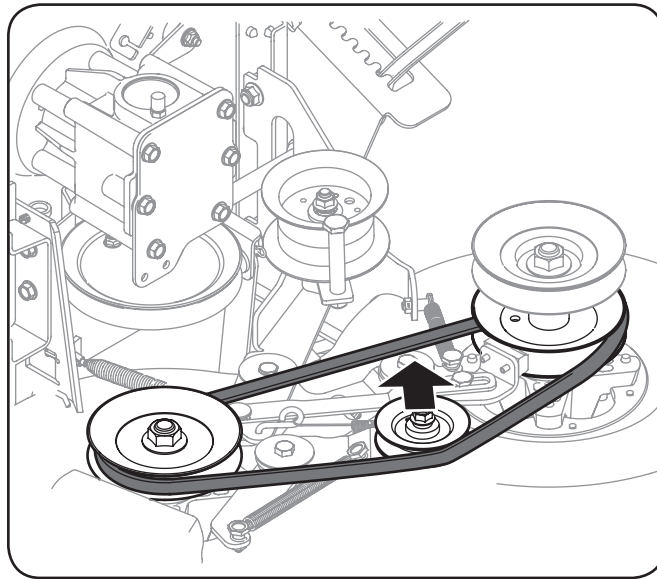

Figura 6-12
9. Afloje la tensión de la correa inferior para lo que debe mover el brazo de polea loca y la polea tensora hacia adentro como se indica en la Figura 6-12.